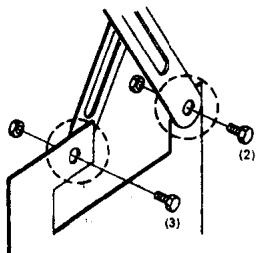

图 T3
- (1) 如图 T3 所示, 把摄像机支架臂 (B) 用螺钉 (2) 和 (3) 安装在摄像机支架 (D) 上。